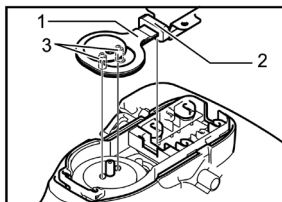

Рис. 2
- Установите новые ножи на устройство так, чтобы штифты вошли в отверстия шестерни (Рис. 2).